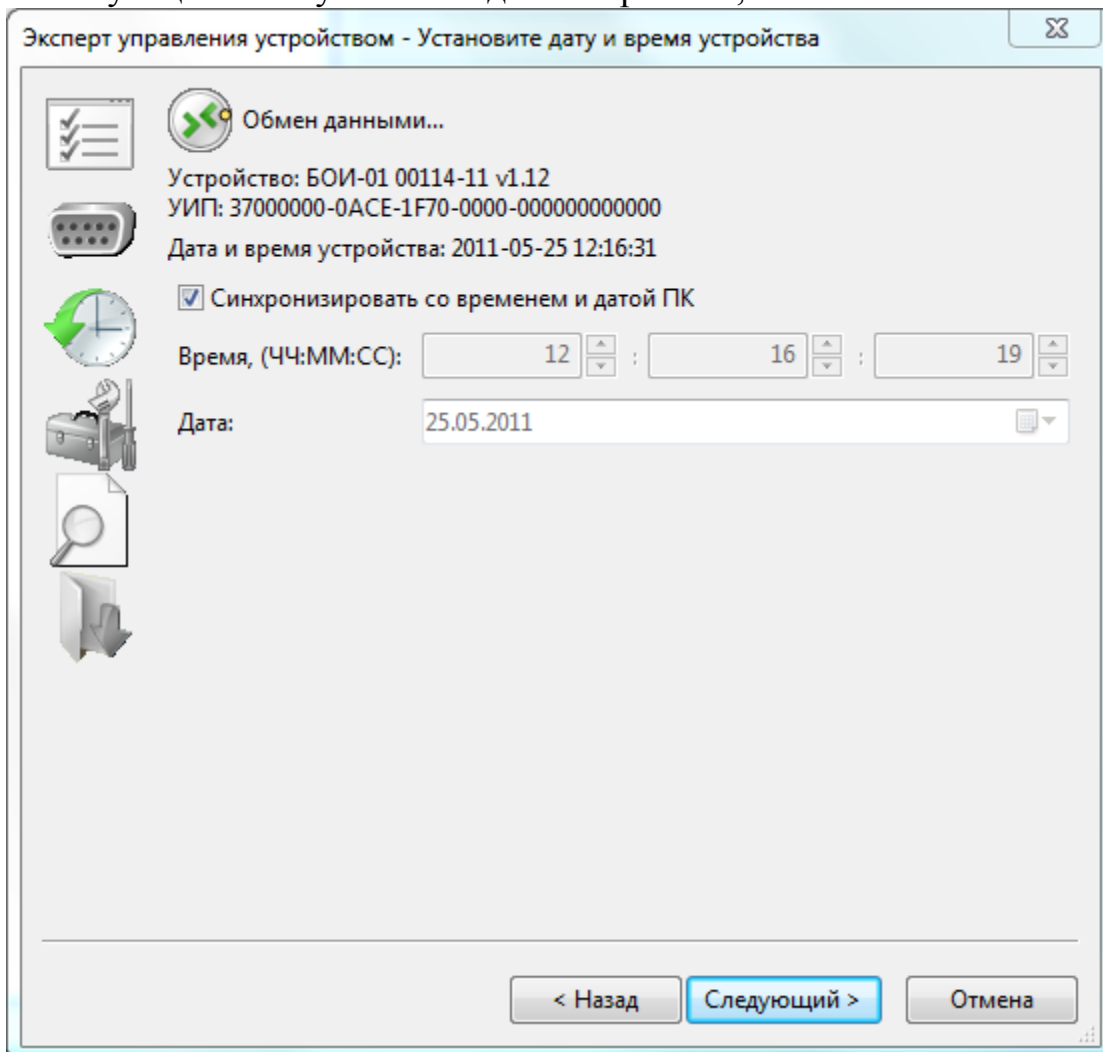

Рис.37 – Окно установки даты и времени в БОИ-01
2.10.4.3. **Установка даты и времени БОИ-01** производится в соответствующем окне установки даты и времени, показанном на Рис.37: